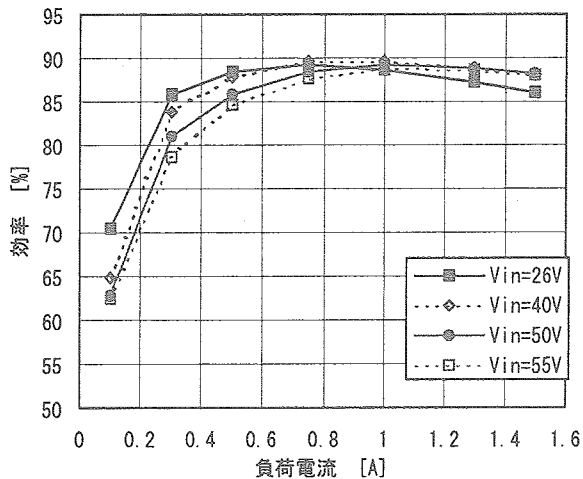

図 5.2-1 効率－負荷特性 (常温時)
5.1 項で述べた試作機を用いて電気的特性評価を行った。常温時の効率－負荷特性評価結果を図 5.2-1 に示す。これより、定格時 (50V 入力、1.3A 負荷時) の効率はおよそ 88%であり、0.6A の負荷条件から 85%を超えるフラットな特性が得られた。